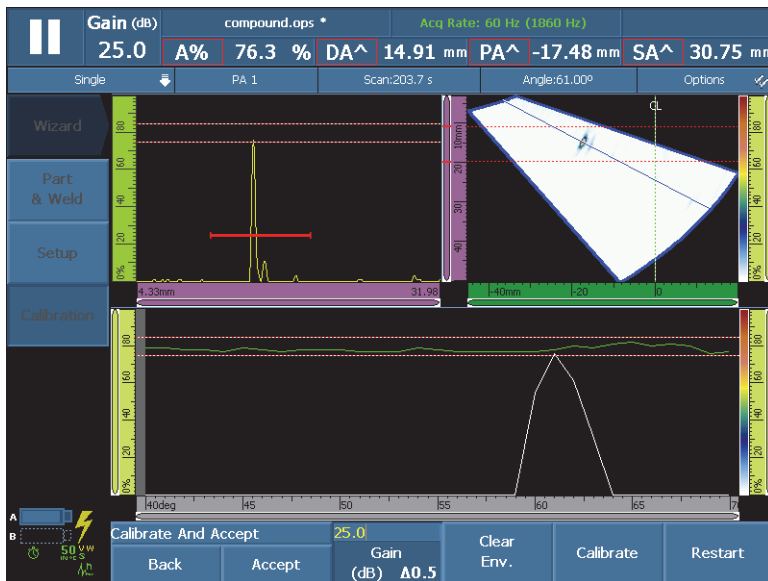

図 5-14 感度校正のための包絡線を形成
- a) 探触子を校正用試験片の反射源に沿って慎重に前後に動かし、すべての角度/VPA に対し、0-100% の範囲で滑らかな信号包絡線を形成します（148 ページの図 5-14 参照）。